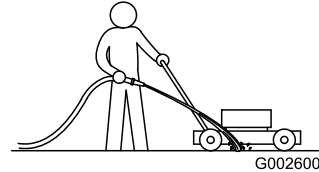

Bild 15
3. Lassen Sie den Motor bei eingekuppeltem Messer laufen und sprühen Sie Wasser vor das **rechte Hinterrad** (Bild 15).